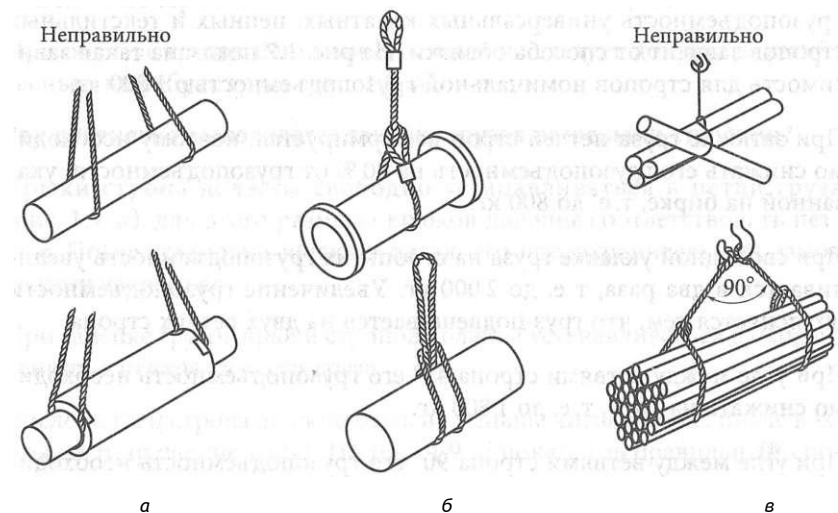

Рис. 1.6. Способы и правила обвязки грузов:
1. **Свободная укладка грузов** на стропы (рис. 1.6, а) допускается при наличии на грузе элементов, предотвращающих смещение стропов вдоль груза. При этом способе обвязки меньше деформируются стропы.
2. **Затяжка груза петлей** стропа (рис. 1.6, б) является более надежным способом обвязки, его еще называют обвязкой «на удав», а стропы называют «удавками».
Обвязка длинномерных грузов (рис. 1.6, в) должна выполняться двумя стропами с затяжкой груза петлей стропа, с углом между стропами не более 90°.
Для примера определим величину снижения грузоподъемности стропов УСК1 для схемы строповки, изображенной на рис. 1.6, в. При затяжке груза петлей происходит снижение грузоподъемности на 20 %, а при угле между ветвями стропа 45° его грузоподъемность необходимо снижать на 10 %, т. е. до 1 800 кг. При угле между ветвями стропа 90° его грузоподъемность необходимо снижать на 30 %, т. е. до 1 400 кг.